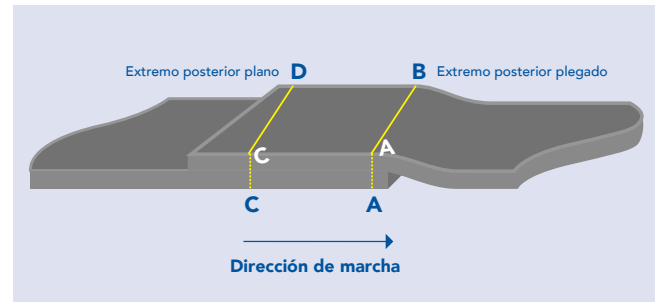

Fig. 7.9
**7.9** Baje el segundo extremo plegado de manera que quede sobre el primer extremo plano utilizando las marcas de línea central para asegurarse de que el empalme quede correctamente alineado con respecto a las líneas centrales marcadas. Asegure la banda con las abrazaderas de la estación de empalme. A continuación, transfiera las marcas de borde A, B, C y D a los bordes del segundo extremo de banda plegado y dibuje las nuevas líneas a bisel A-B y C-D tal como se muestra en la fig. 7.9.